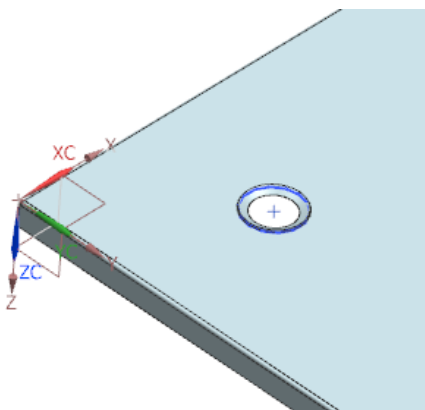

图 11-186 创建实体冲压特征
(3) 选择“类型”为“凸模”。选择钣金件的上表面为目标面，选择拉伸体为工具体，选择拉伸体底面为冲裁面。
(4) 单击 按钮，创建实体冲压特征，如图 11-186 所示。